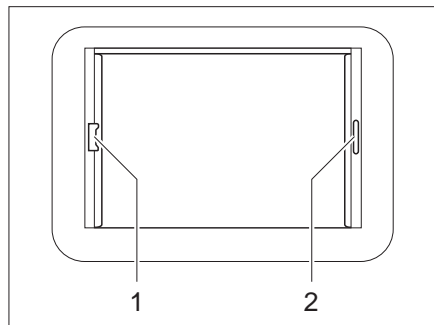

Bild 50 Heki-Dachhaube, Rollo-Verriegelung
- faltverdunklung am Griff (Bild 50,2) ausziehen und an gewünschter Position loslassen. Die faltverdunklung bleibt in dieser Position stehen.
- Insektenschutzrollo am Griff (Bild 50,1) zum gegenüberliegenden Griff der faltverdunklung (Bild 50,2) ziehen und einrasten lassen.
- Griff des Insektenschutzrollos hinten nach oben drücken und Insektenschutzrollo an der faltverdunklung (Bild 50,2) aushängen.